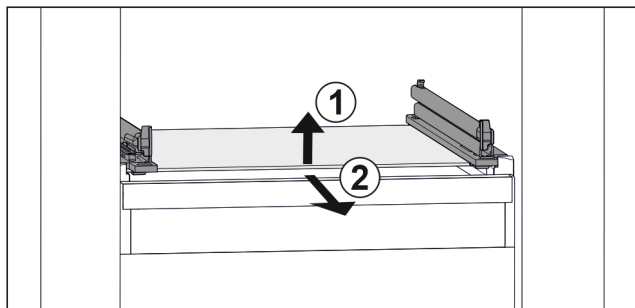

Fig. 74 Vejledende visning af glaspladen
- Løft glaspladen foran. Fig. 74 [1]
- Tag glaspladen ud fremefter. Fig. 74 [2]